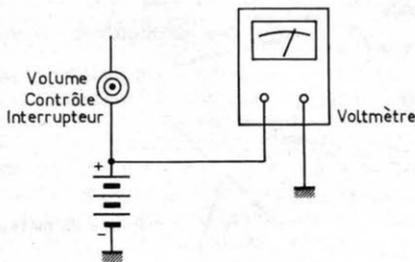

FIG. 1
L'altération suit la courbe de la figure 1, on y voit qu'en pratique les fréquences basses sont moins basses que prévues et les fréquences aiguës plus hautes. L'écart atteint - 30 centèmes pour do₁ et + 30 centèmes pour do₈. Le centième de ton représentant la racine 1 200 de 2 ($1^{200}\sqrt{2}$), soit sensiblement 0,06 %. Donc la valeur du do₁ doit être altérée de - 1,8 %. On voit que l'écart n'est pas grand et joue dans le cas de cette note sur 0,62 Hz. Cela prouve que l'oreille d'un musicien ou d'un technicien averti de l'électronique est un instrument d'une sensibilité extraordinaire (1).
mesure élevée, on relie une fiche d'essai au châssis et l'autre fiche de connexion de la batterie au potentiomètre de volume-contrôle, et si l'aiguille dévie en sens inverse de la normale, on inverse les connexions (Fig. 1).